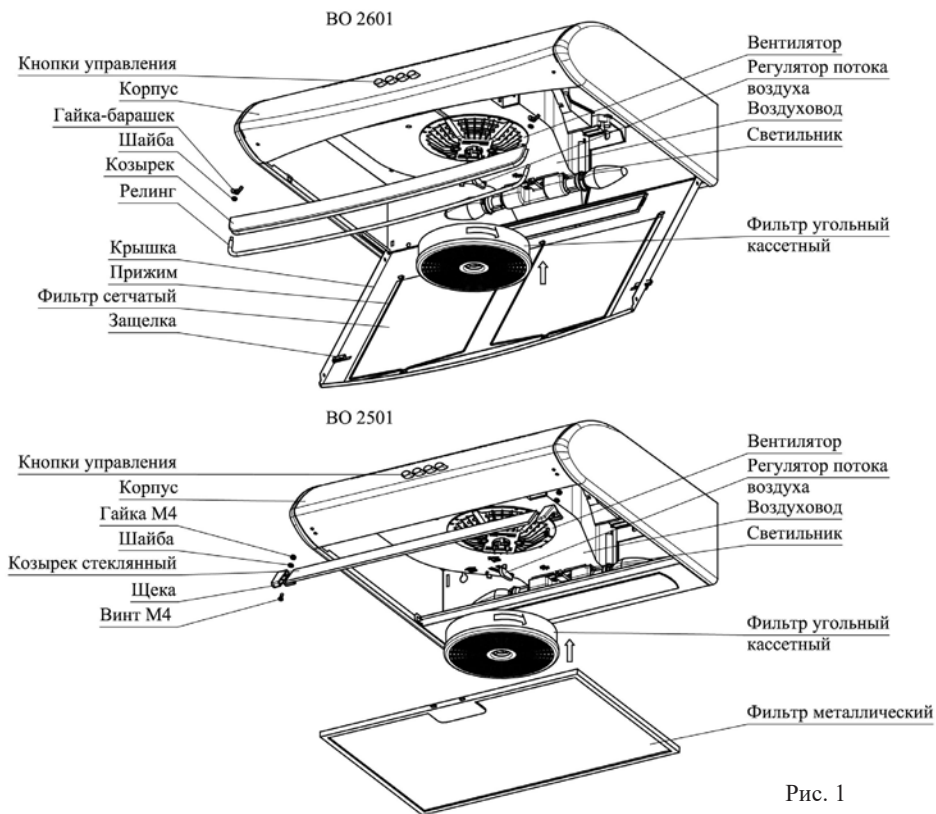
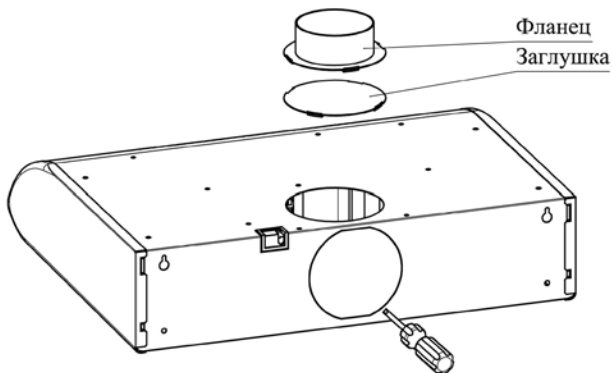

Рис. 1
Рис. 2
Внутри корпуса воздухоочистителя (рис. 1) располагаются вентилятор, светильник воздуховод с регулятором потока воздуха. На вентилятор установлен фильтр угольный кассетный. На передней части корпуса расположены кнопки управления работой воздухоочистителем.
В верхней и задней стенках корпуса воздухоочистителя имеются отверстия (рис.2), предназначенные для отвода воздуха наружу при помощи трубы, которая присоединяется к воздухоочистителю через фланец. Отверстие на задней стенке по контуру обозначено вырубленным элементом, который перед установкой фланца необходимо удалить при помощи отвертки или другого инструмента.
- 6.8 **ДЛЯ РАБОТЫ В РЕЦИРКУЛЯЦИОННОМ РЕЖИМЕ** совместите флажок регулятора потока воздуха (см. рис. 1) с рисунком "⏏" на воздуховоде воздухоочистителя. При данном режиме работы отверстие на верхней поверхности воздухоочистителя должно быть закрыто заглушкой (рис. 2).
Для установки фильтра угольного кассетного, оденьте его на фиксирующие элементы в центре вентилятора и поверните по часовой стрелке до упора (рис. 1). Демонтаж производится в обратном порядке.
ДЛЯ РАБОТЫ В ВЫТЯЖНОМ РЕЖИМЕ совместите флажок регулятора потока воздуха с рисунком "↗" на воздуховоде воздухоочистителя. При данном режиме работы в одно из выходных отверстий корпуса установить фланец. Если фланец установлен в отверстие на задней поверхности воздухоочистителя, то отверстие на верхней поверхности нужно закрыть заглушкой (рис. 2). Затем соедините фланец воздухоочистителя с вентиляционным каналом трубой диаметром 100 мм (в комплект поставки не входит приобретается отдельно).